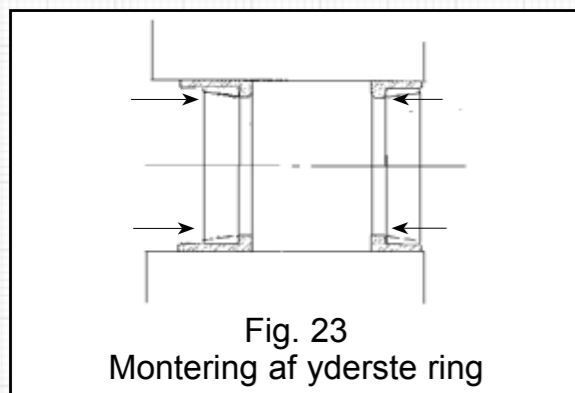

Fig. 23
b) Lad både de forreste (5) og bageste yderste lejeskåle (4) glide ind i lejehuset. (Se fig. 23.)